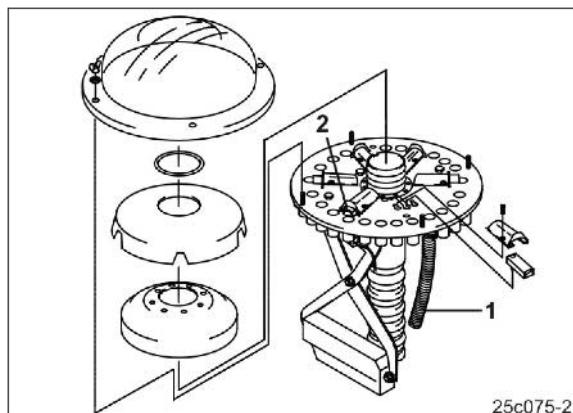

Рис. 121
- Семяпроводы (Рис. 121/1) сошников тех-колеи должны быть закреплены на тех выпускных отверстиях, которые могут за-крываться при помощи заслонок (Рис. 121/2).
Для создания двух колей в распредели-тельной головке может закрываться сле-дующее количество заслонок на одну ко-лею (Рис. 121/2):
- Неиспользуемые заслонки (Рис. 121/2 деактивизируйте.